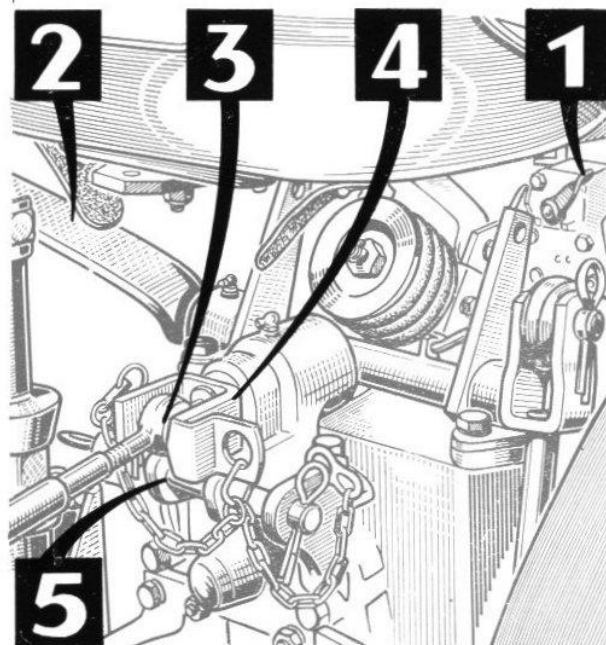

FIG. 53
b) UTILISATION (fig. 53)
- Amener la manette de sélection (1) à droite sans omettre de soulever au préalable les bras de relevage (2) au maximum de leur course.
- Brocher le bras de poussée (3) sur le support mobile supérieur (4).